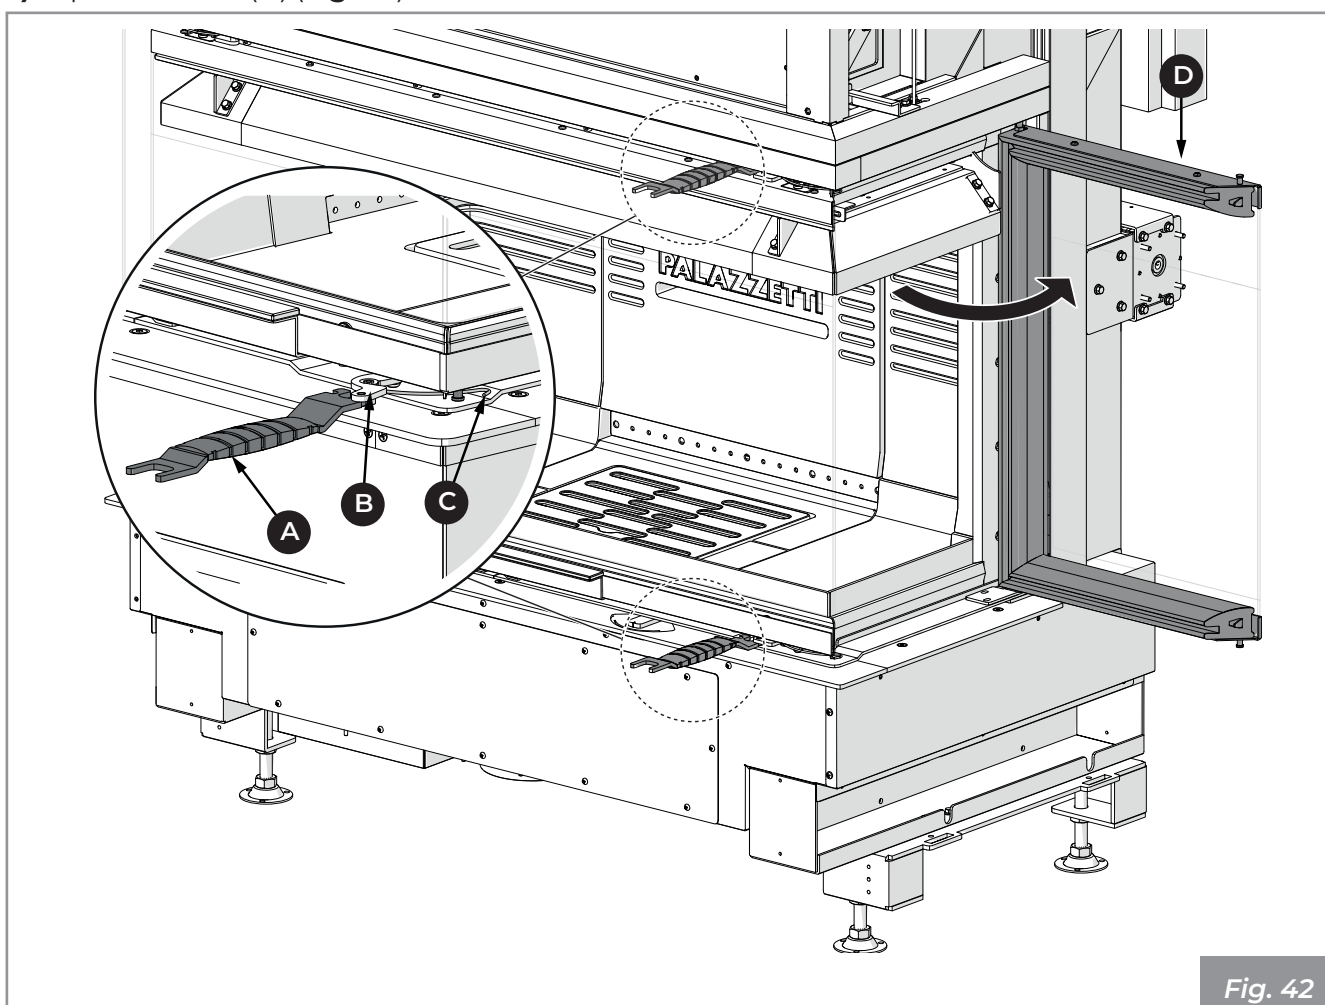

Fig. 42
- 1) Utilizzare la maniglia fredda (A) per ruotare la leva (B) e liberare il gancio (C)
- 2) Aprire la l'anta (D) (Fig. 42).